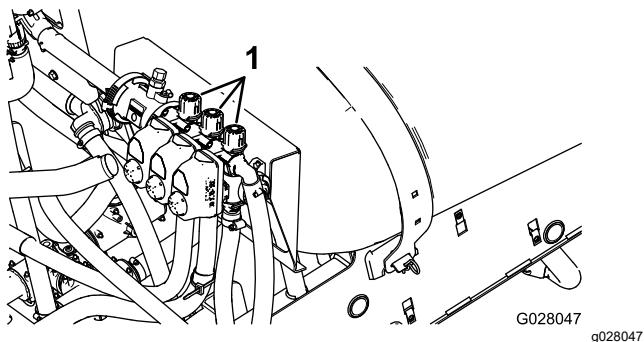

Figura 21
2. Desactive la sección izquierda y ajuste el mando de desvío de la sección (Figura 21) hasta
4. Ajuste el mando de desvío de la sección derecha (Figura 21) hasta que la presión marcada coincida con el valor previamente ajustado (típicamente 2,75 bar).
6. Ajuste el mando de desvío de la sección central (Figura 21) hasta que la presión marcada coincida con el valor previamente ajustado (típicamente 2,75 bar).